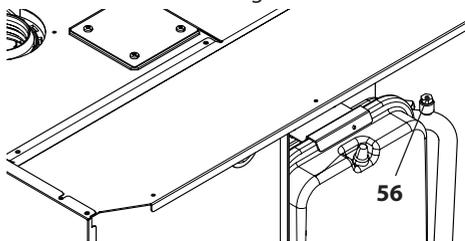

Figura 9.11
- Afloje el racor de purga del serpentín del acumulador 56 en la Figura 9.11.